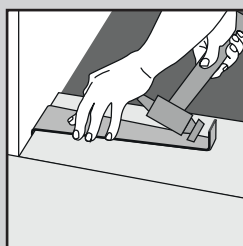

Rys. 3b
4. Rozpocząć drugi rząd, mocując pióro do wpustu metodą klik; deskę trzymać pod kątem (około 30°), a następnie wcisnąć deskę/plytkę ciasno we wpust pierwszego rzędu. Zamontować kolejną deskę/plytkę zapięając pióro i wpust wzdłuż krótkiej krawędzi. Ostrożnie połączyć pióro i wpust po długiej stronie, zestawiając deski/plytki pod kątem (Rys. 3). Plytki i deski należy montować przesunięte względem siebie, aby cztery kąty nigdy się nie spotykały (Rys. 3a i Rys. 3b).